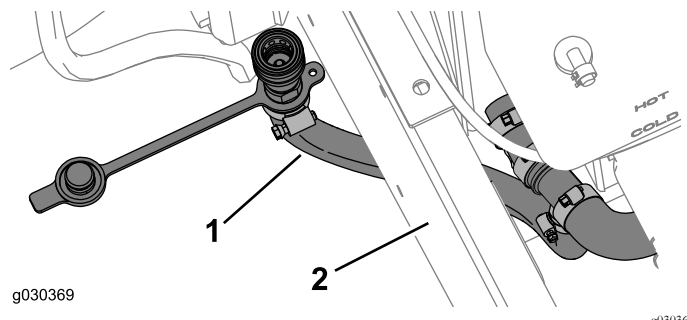

Figura 32
6. Encaminhe o tubo curto como se mostra na Figura 32.